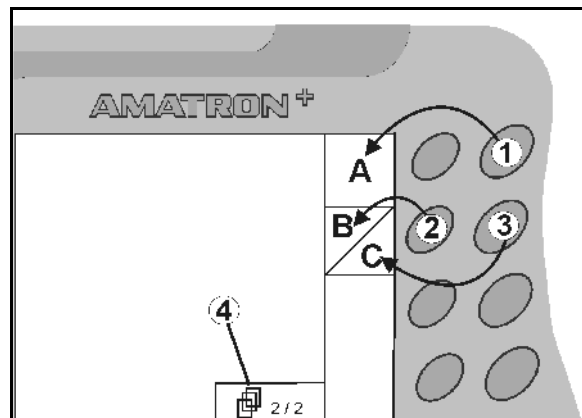

Bild 8
- Om bara kvadratiske rutor visas på displayen är enbart den högra knappen (Bild 8/1) kopplad till funktionsrutan (Bild 8/A).
- är den vänstra knappen (Bild 8/2) kopplad till funktionsrutan uppe till vänster (Bild 8/B).
- är den högra knappen (Bild 8/3) kopplad till funktionsrutan nere till höger (Bild 8/C).
• Bläddra i ytterligare menyer (bara möjligt om symbolen (Bild 8/4) visas på displayen)